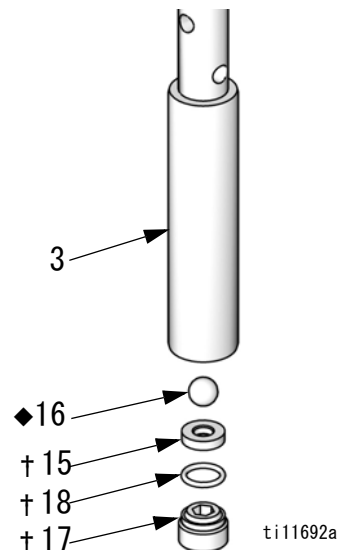

図 5. ピストンボールとシートを交換します。
13. O リング (18†)、シート (15†)、およびボール (16◆) を取り外します。図 5 を参照してください。